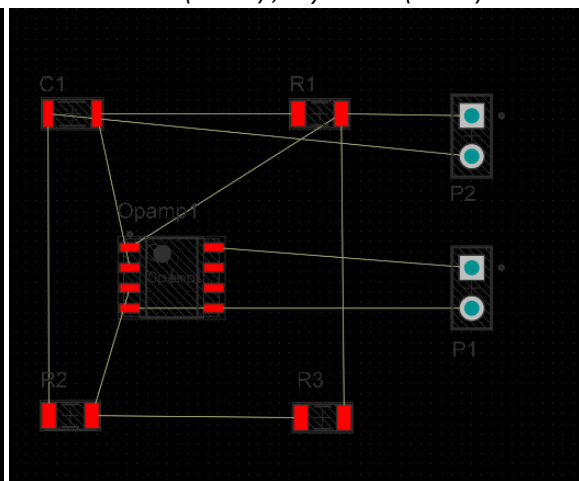

Fig. 3.13: Single Layer Mode: monochroom.
- **Monochrome Other Layers** (zie Fig. 3.13): dit geeft 1 enkele kleur aan de andere lagen.